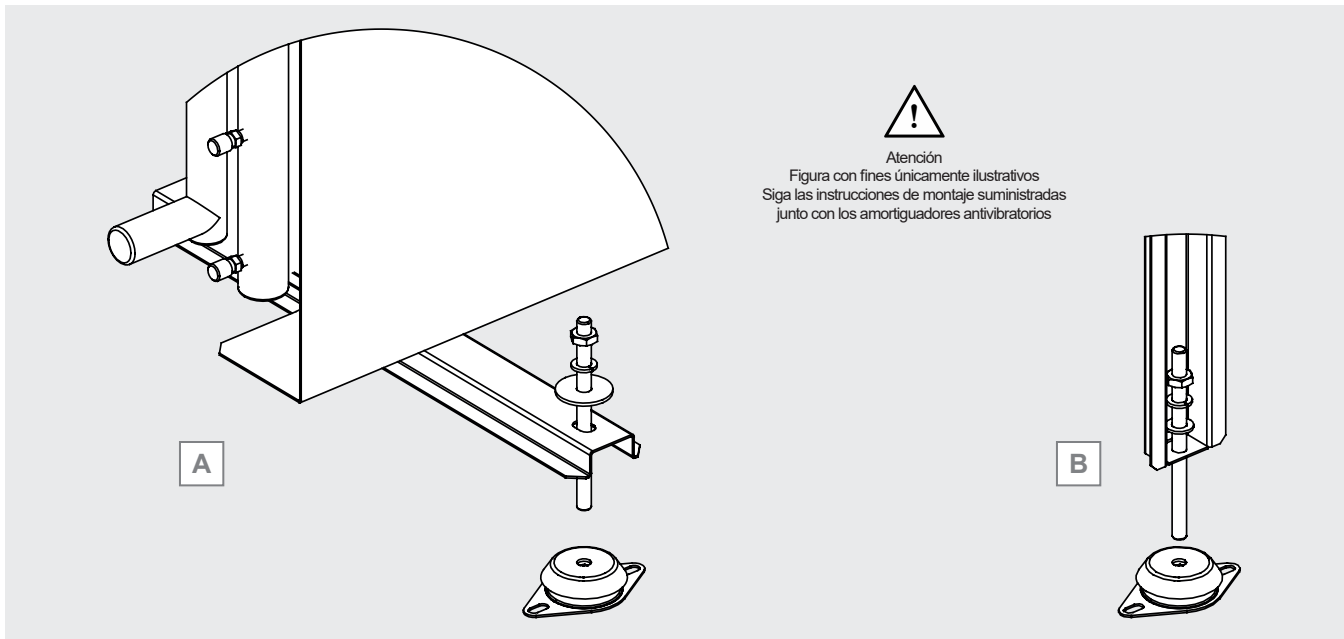

Figura 5
6.6 El modelo se debe fijar firmemente a la base de apoyo, utilizar todos los puntos de fijación. Para prevenir la transmisión del ruido, eventualmente utilizar amortiguadores. Consulte la Figura 5 A para el modelo con flujo de aire horizontal (estándar) y B para el modelo con flujo de aire vertical (opcional).